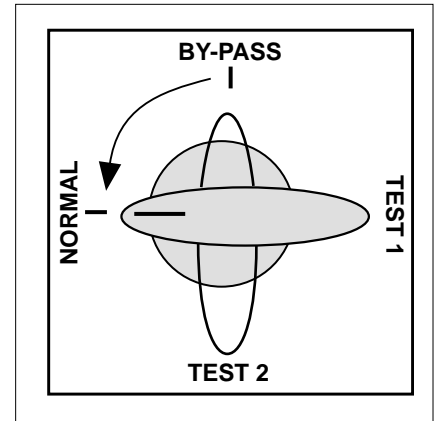

Fig.10
► tourner le commutateur de by-pass manuel (8) dans le sens indiqué sur la figure 10 : de la position "BY-PASS" à la position "NORMAL" ;